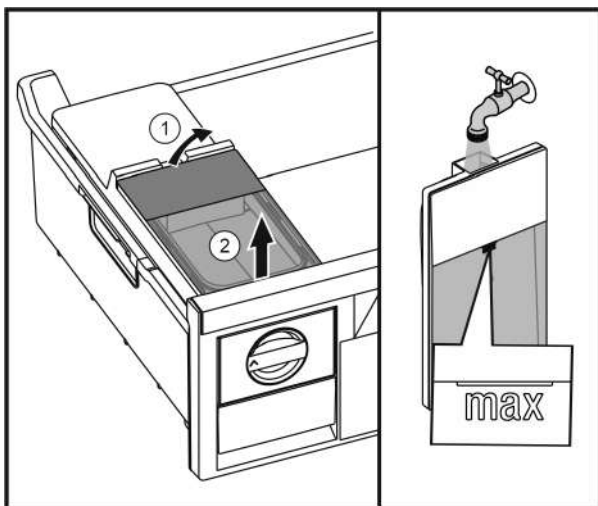

Fig. 26
- ▶ Підняти бак для води ззаду *Fig. 26 (1)* та вийняти вгору *Fig. 26 (2)*.